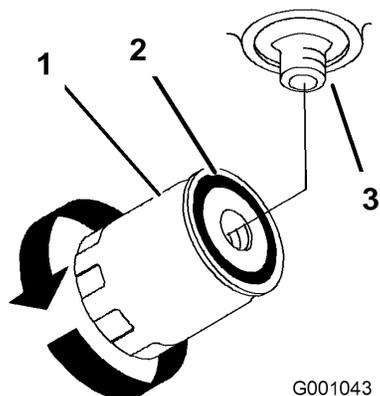

**Figura 56**
3. Coloque un recipiente bajo el filtro, retire el filtro usado y limpie con un paño la superficie de la junta del adaptador del filtro (Figura 56).